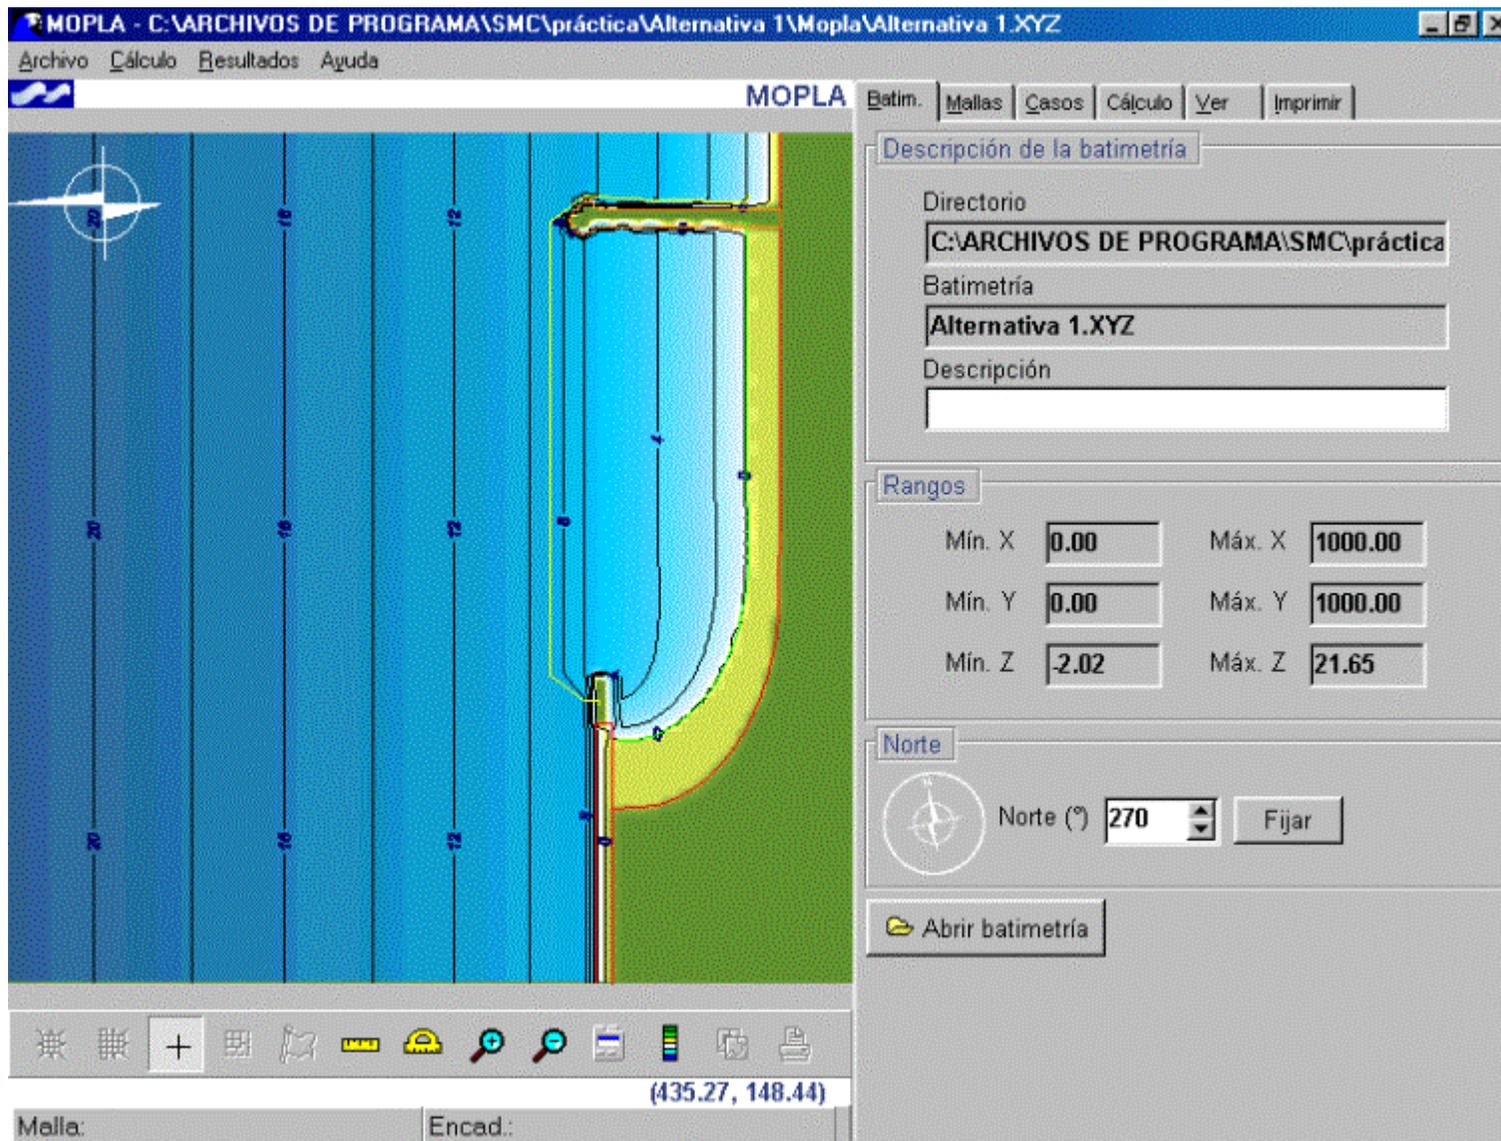

Figura 7.18
- Cuando se regeneró el terreno en la alternativa1, se generaron una serie de directorios que cuelgan del mismo plano, como es el caso del directorio Mopla-MC, el cual guarda la nueva batimetría en el debido formato de entrada al modelo. Ir a la barra de menú y ejecutar el modelo Mopla-MC cuya ruta es (Corto plazo | planta (Mopla)) y dentro del Mopla-MC éste muestra en pantalla la batimetría regenerada en el directorio (c:\...\SMC\Práctica\alternativa1\Mopla\alternativa1.xyz), y luego dar una precisión del gráfico de 10 m (ver figura 7.18).